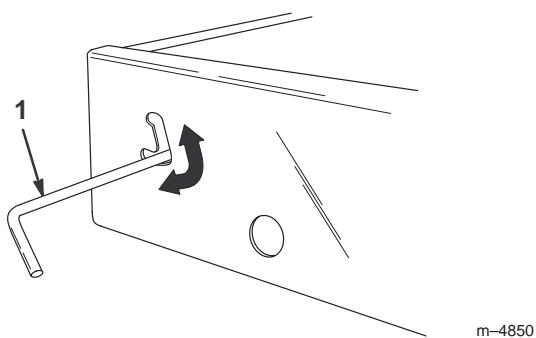

Bild 11
1. Schieben Sie den Riegel aufwärts in Richtung der Oberseite des Ausschnitts im Pritschenrahmen (Bild 11).
3. Bewegen Sie, um die Pritsche fest mit dem Chassis zu verbinden, den Riegel bis in den unteren Teil des Ausschnitts (Bild 11).